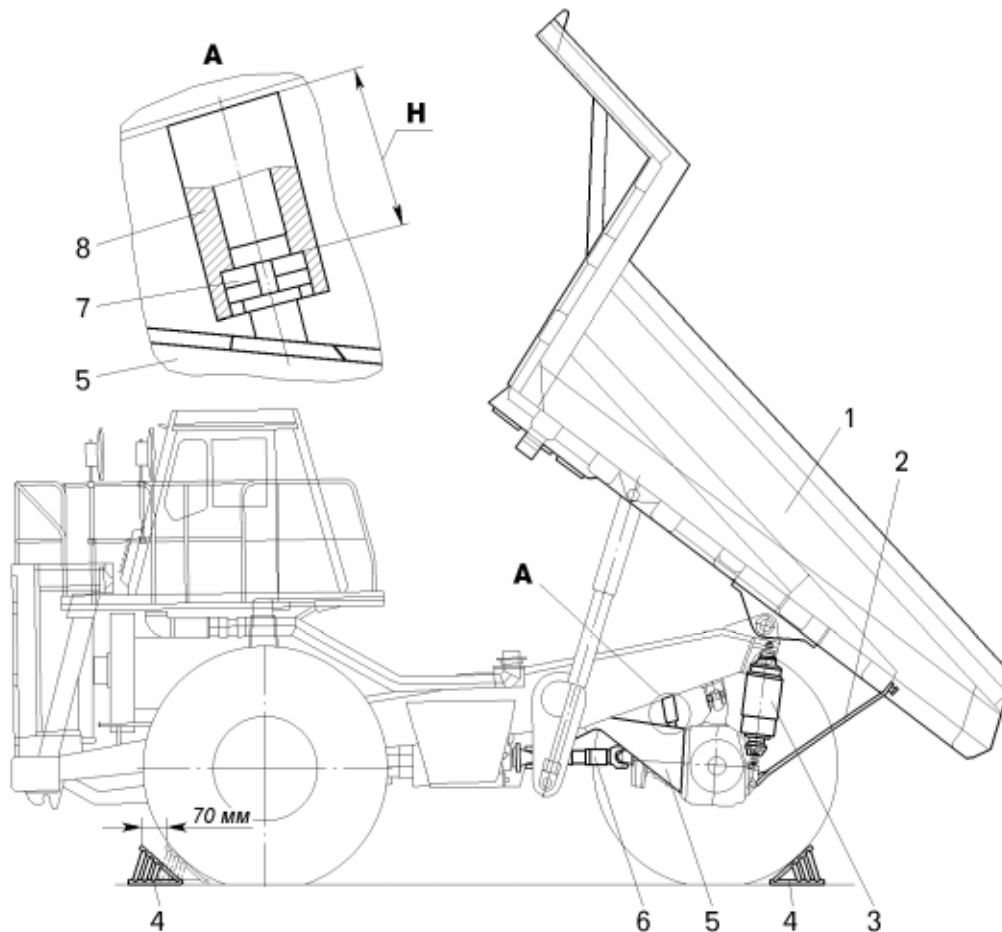

Рисунок 9.11 – Разборка и сборка центрального шарнира задней подвески с поднятой платформой:
- поднять платформу 1 (рисунок 9.11) в крайнее положение и зафиксировать тросом 2 для стопорения платформы к проушинам кронштейнов подвески на картере заднего моста при помощи двух буксировочных пальцев. (Если конструкция самосвала предусматривает стопорение платформы за раму, то стопорить платформу в поднятом положении в проушинах рамы с помощью двух буксирных пальцев, применяемых для стопорения платформы тросом.)
- растянуть задние цилиндры подвески 3 (смотри рисунок 9.11) до размера h соответствующего по характеристической линейке 1 (смотри рисунок 9.5) *“Размеру полностью разжатого заднего цилиндра” зарядкой азотом под давлением 4,0 – 4,5 МПа;*
- установить приспособление упор 8 (смотри рисунок 9.11) высотой $H = 350$ мм на основание упора 7 рычага центрального шарнира задней подвески 5 между рамой и задним мостом;